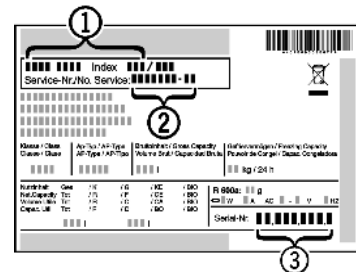

Fig. 21
- ▶ A készülék megnevezését Fig. 21 (1), a szerviz- Fig. 21 (2) és sorozatszámot Fig. 21 (3) a típustábláról olvassa le. A típustábla a készülék belsejében baloldalon található.